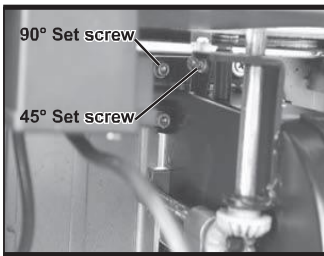

Fig. 32
- - Si la hoja deja de biselar antes de llegar a 90° , afloje el tornillo de tope (ubicado a la izquierda debajo de la mesa) (Fig. 32) con la llave hexagonal (no incluida), y luego ajústela a 90° .